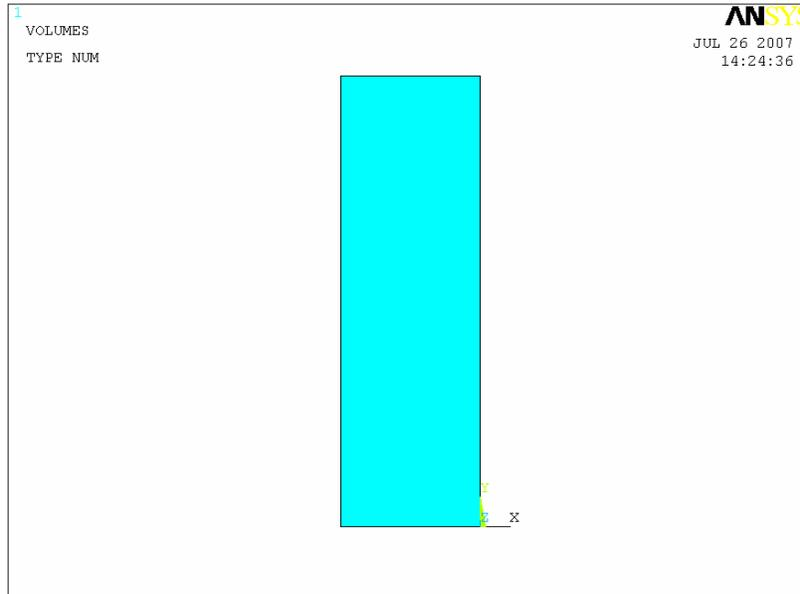

Рисунок 88. Вид спереди построенного параллелепипеда
- Нажимаем кнопку **OK** (Рисунок 88).